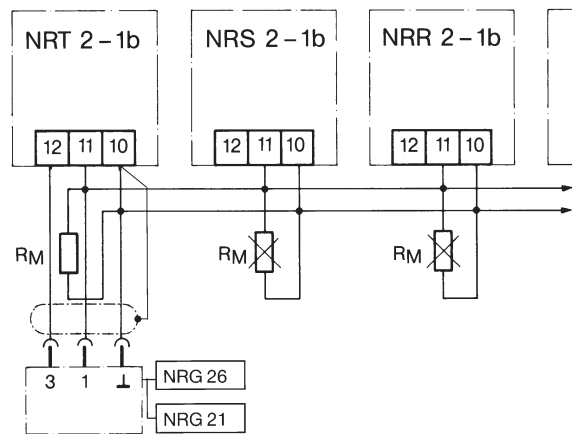

Fig. 5 Beispiele zur Parallelschaltung mehrerer Geräte
- Sind Geräte wie NRT 2-1 oder NRS 2-1 parallel geschaltet, darf der Meßwiderstand  $R_M$  nur einmal vorgesehen werden (Bild 5)!